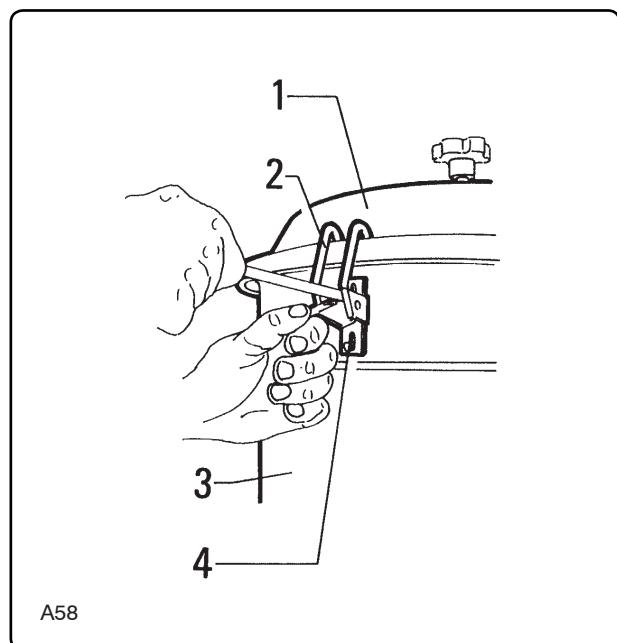

Fig. 8.5.6
**8.5.5 - Verifica tenuta del coperchio (fig. 8.5.6)**
**8.5.5 - Checking the cover seal (fig. 8.5.6)**
**8.5.5 - Vérification de l'étanchéité du couvercle (fig. 8.5.6)**
**8.5.5 - Prüfen des Deckels auf dichten Sitz (Abb. 8.5.6)**